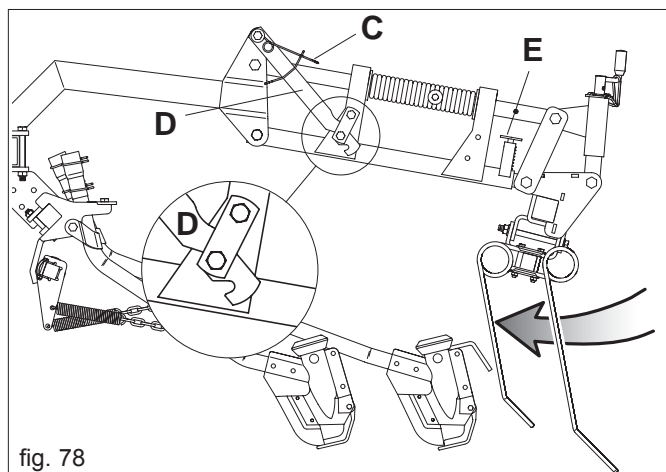

fig. 78
Für den Transport auf Strasse müssen die Zähne der Saatgutabdeckegge nach unten zeigen (Abb. 78).
- 2) Die Saatgutabdeckegge heben und den Hebel einhaken (D Abb. 78).
- 3) Den Bolzen (E Abb. 78) hochheben und die Egge bis zur nächsten automatischen Kupplung des Bolzens gleiten lassen (E Abb. 78).